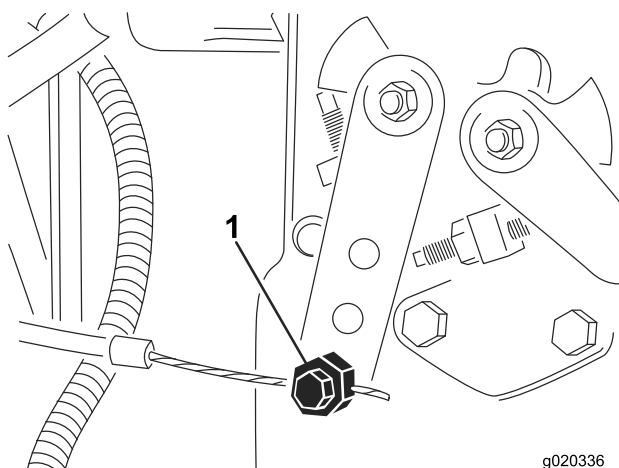

Figura 61
2. Desaperte o dispositivo de ligação do cabo do regulador na alavanca da bomba de injeção (Figura 61).